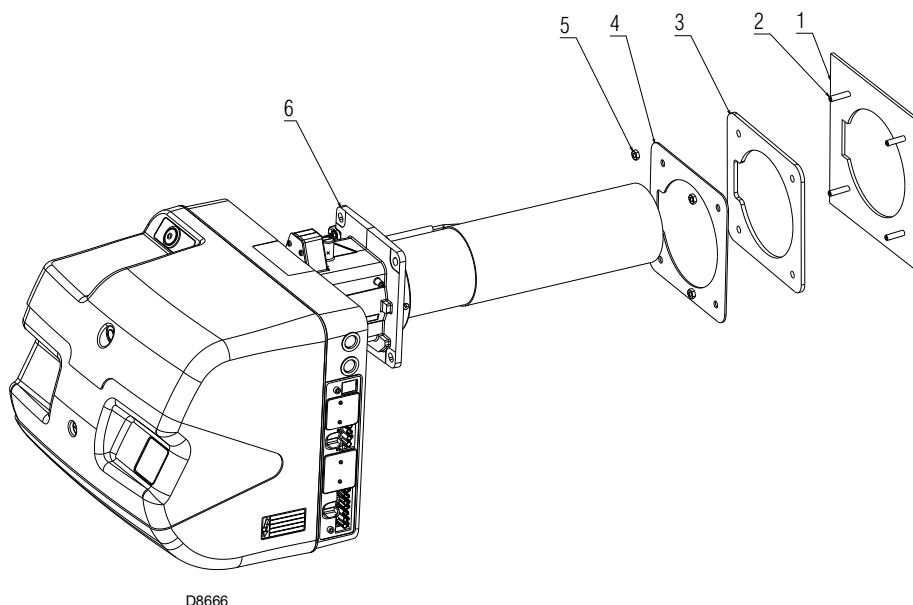

Fig. 19
- Enroscar los espárragos 2)(Fig. 19) en la placa 1).
- Fijar la brida del quemador (Fig. 19) en la placa de la caldera y enroscar las tuercas 5)(Fig. 19).